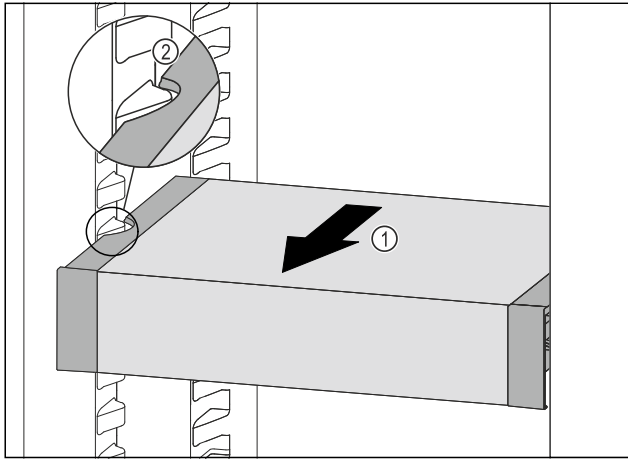

Fig. 104
► 向前拉动 VarioSafe Fig. 104 (1)，直至 VarioSafe 的侧部凹槽与冷藏区中的容器肋梁持平。 Fig. 104 (2)